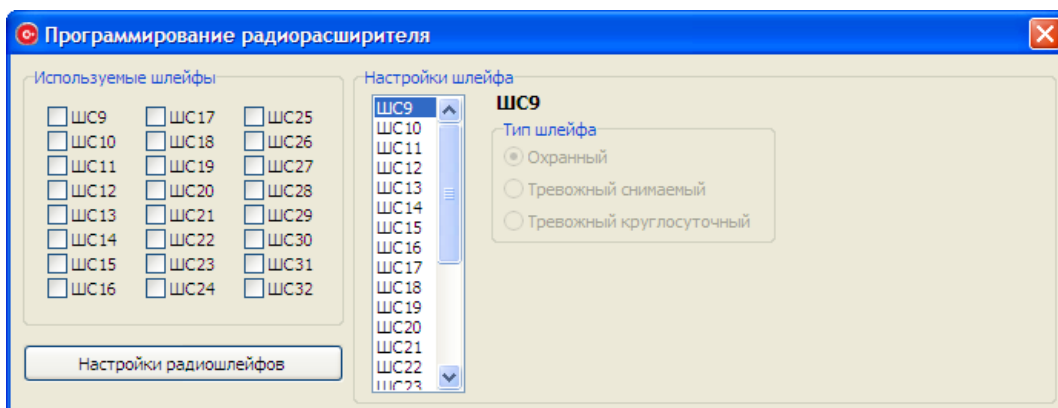
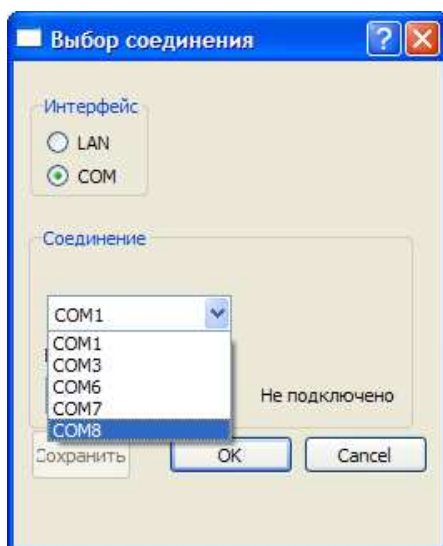

Рисунок 8.
Рисунок 9.
3.2.1 Для настройки параметров радиоканальных ШС нажмите кнопку «Настройки радиощлейфов». В результате выполнения этой команды на экране ПЭВМ появится окно «Программирование радиорасширителя» со списком радиоканальных ШС (рисунок 8):
3.2.3 После нажатия «Настройки радиощлейфов» в окне «Программирование радиорасширителя» (рисунок 8) на экране ПЭВМ появится окно «Выбор соединения» (рисунок 9):
3.2.5 После связывания всех радиоканальных ОИ с прибором нажмите в главном меню «Файл / Выход». В результате выполнения этой команды на экране ПЭВМ вновь появится окно «Программирование радиорасширителя» (рисунок 8).